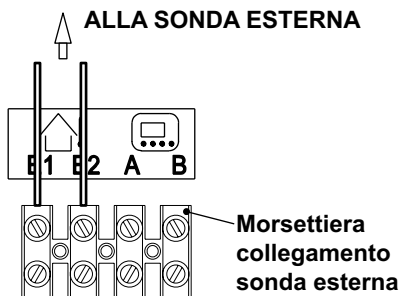

Figura 5.33
- Collegare ai morsetti **E1** e **E2** della morsettiera i due conduttori elettrici come indicato in Figura 5.33.